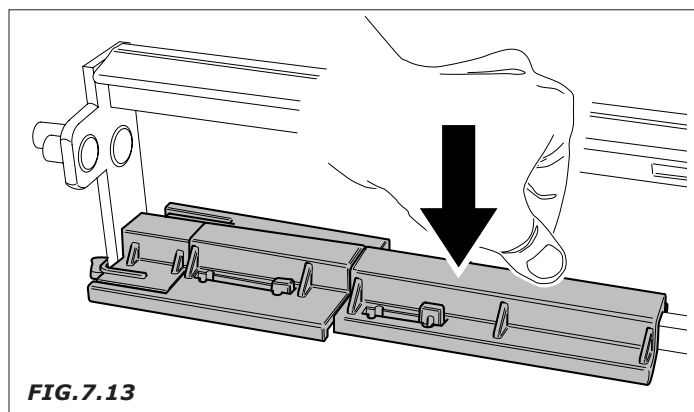

FIG. 7.13
- Introduzcan, según lo indicado en la Fig. 7.13 el detalle 05203615 presionando con fuerza según lo indicado por la flecha hasta el encaste completo.